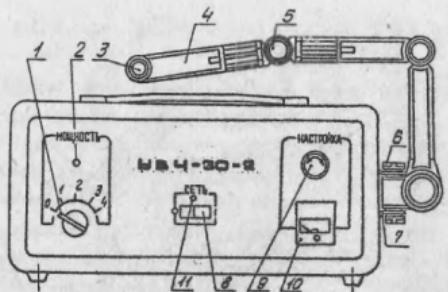

Рис. 2. Аппарат для УВЧ - терапии. Вид спереди.
5.1.2. На лицевой панели (рис. 2) расположены: выключатель сети СЕТЬ (8) со световым индикатором (II), ручка переключателя ступеней выходной мощности МОЩНОСТЬ (1) со световым индикатором включения УВЧ генератора (2), ручка настройки выходного контура в резонанс НАСТРОЙКА (9) с индикаторным прибором (10).
5.1.3. Электрододержатель (рис. 2) представляет собой консольно-шарнирное устройство, состоящее из трех рычагов (4) из диэлектрика, соединенных шарнирами одинаковой конструкции (5), обеспечивающими возможность поворота рычагов в пределах угла 60° : при этом верхний и средний рычаги могут вращаться вокруг оси. В верхнем рычаге имеется отверстие (3) для установки электродов и индуктора. Нижний шарнир соединен с угольниками (7), которые крепятся к боковой стенке электронного блока. При переноске электрододержатель кладется на верхнюю обшивку корпуса.